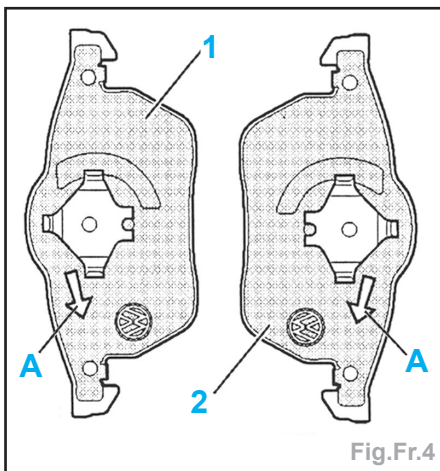

Fig.Fr.4
Plaquettes de frein asservies au sens de rotation (Fig.Fr.4)
Nota : Veiller à ce que la flèche (A) sur la contre-plaquette de la plaquette de frein soit dirigée vers le bas (Fig.Fr.4).